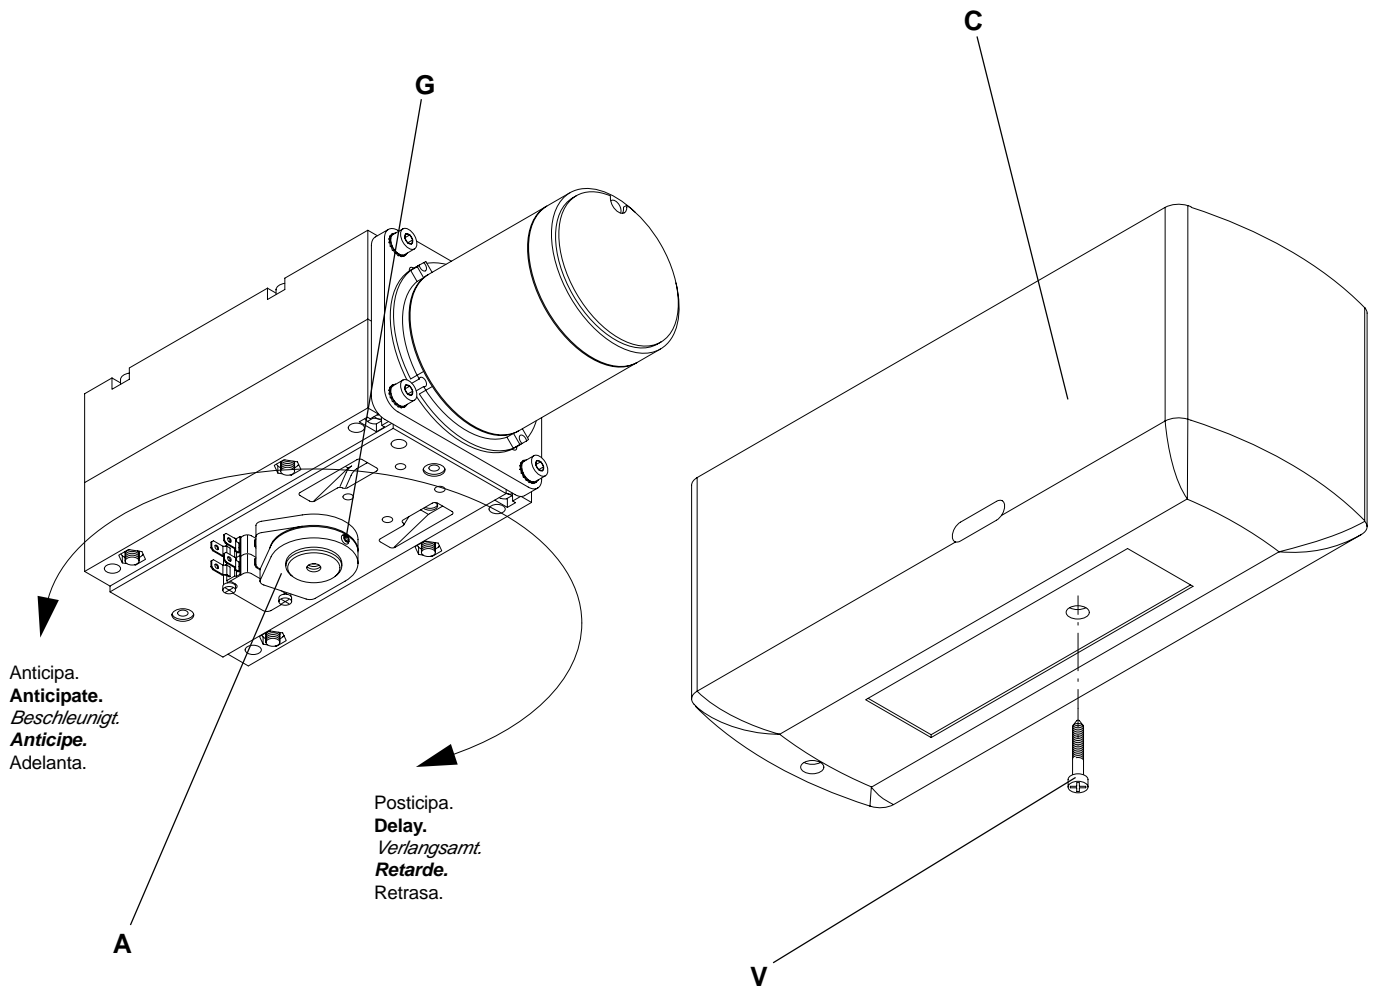

Fig.2
2. Regolazione dei fine corsa (fig.2)
2. Limit stops adjustment (fig.2)
2. Einstellung der Endschalter (Bild 2)
2. Réglage des fins de course (fig.2)
2. Regulaciones de los finales de carrera (fig.2)